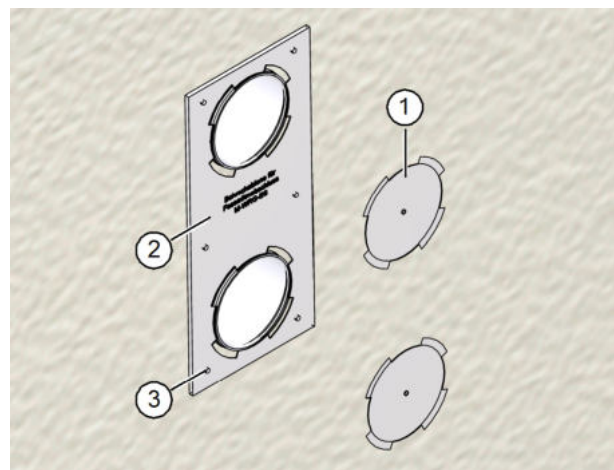

Abb. 17: Bohrungen anbringen
- ▶ Drücken Sie die vorgestanzen Ausschnitte (Pos. 1 in Abb. 17) für die Lüftungsrohre aus der Bohrschablone (Pos. 2 in Abb. 17).
- ▶ Setzen Sie die Bohrschablone (Pos. 2 in Abb. 17) lagerichtig auf die Lüftungsrohre und bündig zur Fassade auf.
- ▶ Bohren Sie mit dem 6 mm Steinbohrer sechs Löcher mit ca. 40 mm Tiefe an den in der Bohrschablone gekennzeichneten Stellen (Pos. 3 in Abb. 17) in die Außenwand.